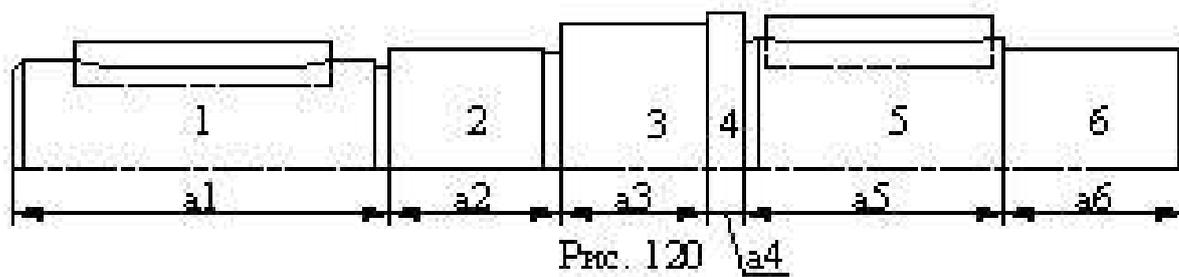

Рис. 120
1. Запустить программу Mechanical Desktop Power Pack. Данные для формирования чертежа выбираются из табл. 7 и рис. 120–123. В таблице под буквами a1–a6 приведены линейные размеры элементов вала, а под цифрами 1–6 – диаметральные данные. Для прямоугольных шлицев приведено обозначение  $z \times d \times D \times b$  (число зубьев на внутренний диаметр на наружный диаметр на ширину шлица), для эвольвентных шлицев  $D \times m$  (наружный диаметр на модуль).